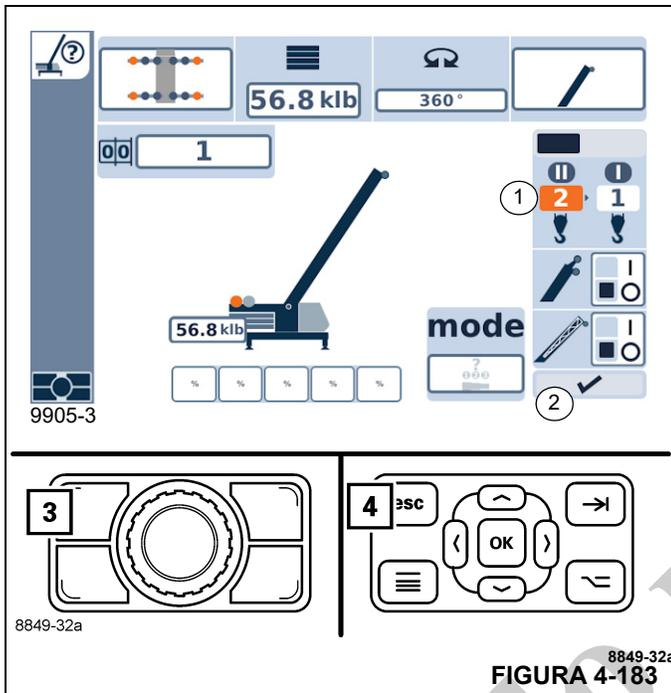

FIGURA 4-183
- Pulse el botón (3, Figura 4-183) o (4) una vez; el menú de configuración se abre.